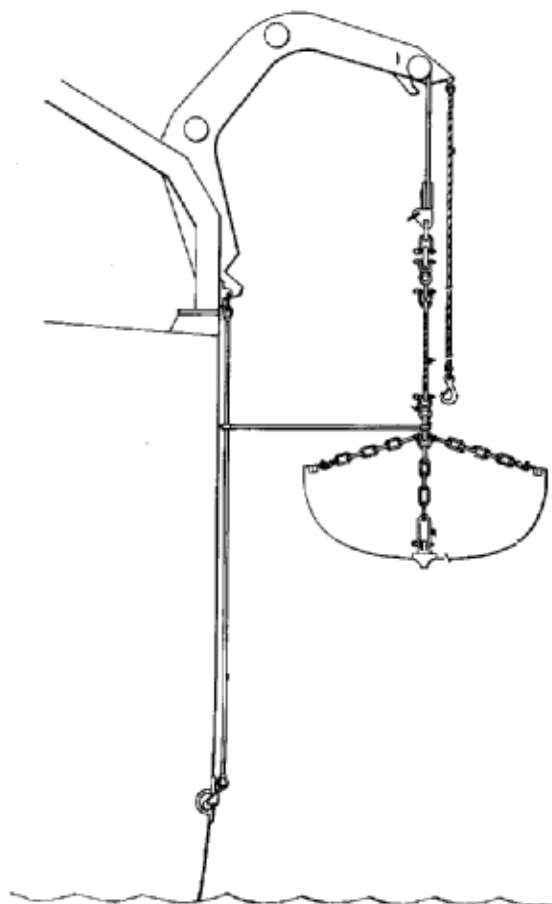

Fig. 10-1 Disposición de los accesorios del pescante de gravedad para izar embarcaciones en la mar.
4. Las bozas y la galga de los pescantes debería asegurarse. Los dos "ganchos anti balances", deben unirse a los dos cables guías (Fig. 10-1). Los chicotes inferiores de cada cable guías deberían asegurarse con una gaza, en un cancamo al costado cerca de la línea de flotación del buque y el chicote superior se trinca en un cancamo ubicado en la base de la guía del pescante. Previo al zarpe el cable guía deberá ser asegurado al cáncamo ubicado en la línea de flotación y para eso, se baja una persona por medio de un balso. Los ganchos anti balances deberían dejarse a una altura ligeramente sobre la borda del bote. En el caso de los pescantes de gravedad, los "ganchos anti balances" tienen que ser pasados al bote cuando este se encuentre
7. El cable de seguridad (Fig. 10-1) que cuelga de la cabeza de cada pescante, debe ser fijado en cada cabeza del pescante y retenido sobre la embarcación, de manera que pare una arriada no programada.